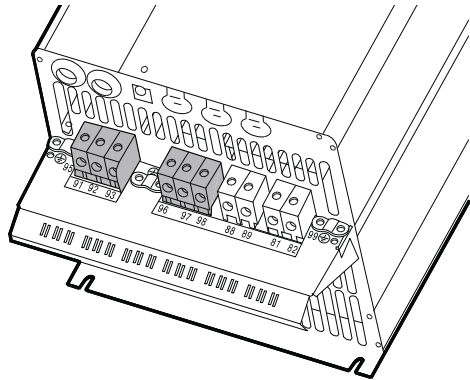

Fig. 28 Branchement réseau électrique et moteur, C3
1. Raccorder le conducteur de terre à la borne 95 (PE). Voir fig. 28 et 29.
1. Raccorder le conducteur de terre à la borne 99 (PE). Voir fig. 28 et 29.
2. Raccorder les conducteurs du moteur aux bornes 96 (U), 97 (V), 98 (W).